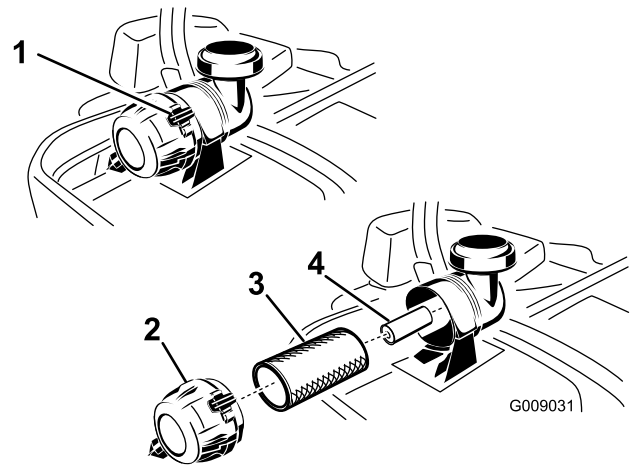

Figure 44
3. Appuyez sur les attaches du filtre à air pour les ouvrir et détachez le couvercle du corps du filtre à air (Figure 44).
5. Sortez l'élément principal du corps du filtre avec précaution (Figure 44). Évitez de cogner l'élément à l'intérieur du corps.
1. Ne nettoyez pas l'élément en papier, remplacez-le (Figure 44).
2. Si vous remplacez l'élément secondaire (moteurs de 22 et 24 ch uniquement), insérez-le avec précaution dans le corps du filtre (Figure 44).
3. Placez ensuite l'élément principal sur l'élément secondaire avec le même soin (Figure 44). Assurez-vous qu'il est bien engagé en appuyant sur le rebord extérieur.
- Montez le couvercle, reniflard en bas, et tournez-le pour que les attaches verrouillent le couvercle en place (Figure 44).